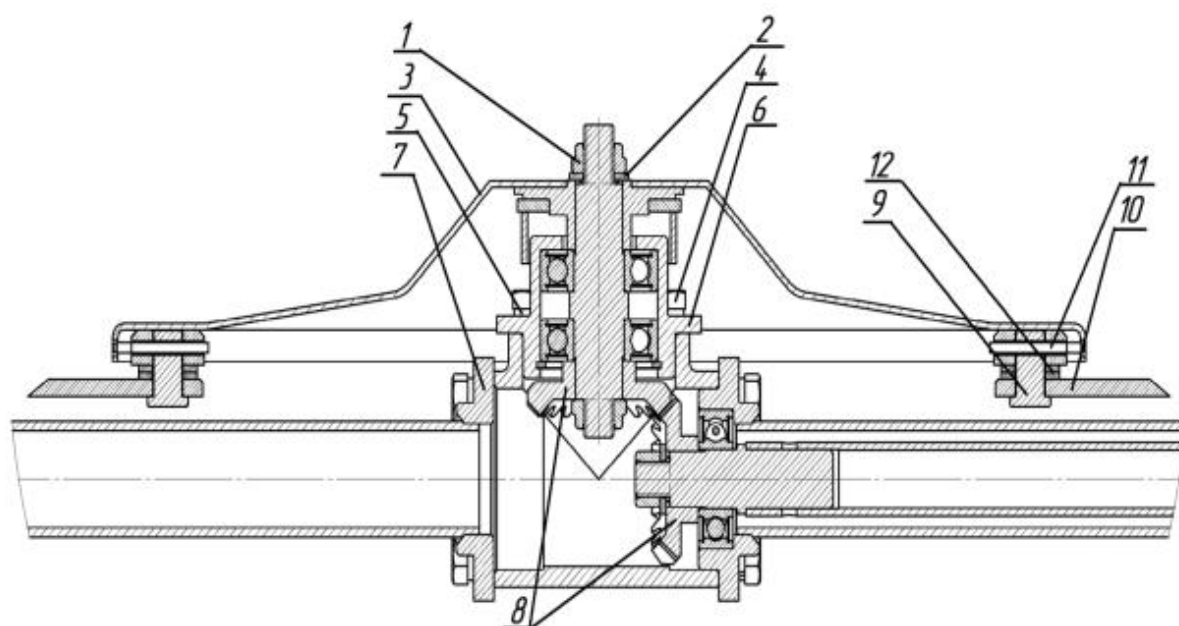
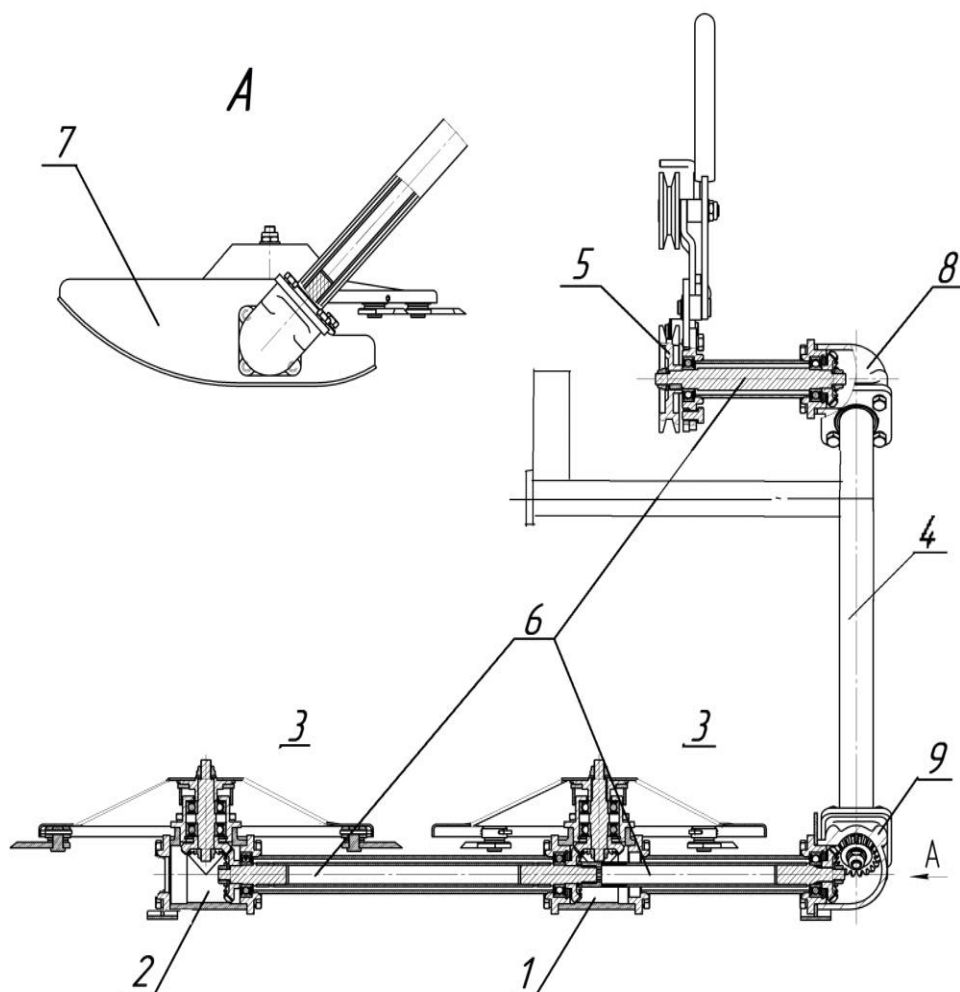

Рис.2 Режущий диск и его привод
Рис. 1 Косилка роторная
5.1 Общий вид косилки представлен на Рис. 1. Конструкция режущих дисков и редуктора привода дисков представлены на Рис. 2.
5.2 Передача крутящего момента от приводного шкива 5 (Рис. 1) к режущим дискам осуществляется с помощью шлицевых торсионных валов 6 и конических шестерен 9 (Рис. 2).
7.6 После первых 30 мин. работы новой косилки необходимо остановить двигатель мотоблока и проверить крепление деталей 1; 2; 10; 11, 12 и 13 (Рис. 2), а также затяжку крепления деталей косилки. При необходимости подтянуть и законтрить.
8.2.1 Для заполнения редукторов привода первого и второго режущих дисков 1 и 2 (Рис. 1) необходимо расконтрить и отвернуть гайку 1 (Рис. 2), снять шайбу 2 и диск 3, отвернуть четыре болта 4, снять пружинные шайбы 5 и корпус ведомой шестерни 6.
8.2.2 Для заполнения верхнего углового редуктора 8 (Рис. 1) необходимо отвернуть четыре болта крепления редуктора к раме 4, затем снять редуктор 8 вместе с приводом от шкива 5. В полость редуктора добавить 50 см³ солидола ГОСТ 4366-76. Сборку редуктора произвести в обратном порядке.
8.2.3 Для заполнения нижнего углового редуктора 9 (Рис. 1) необходимо отвернуть четыре болта крепления редуктора к раме 4 и два болта крепления редуктора привода второго режущего диска 2 к раме 4, затем снять нижний угловой редуктор вместе с редукторами 1 и 2. В полость редуктора 9 добавить 50 см³ солидола ГОСТ 4366-76.